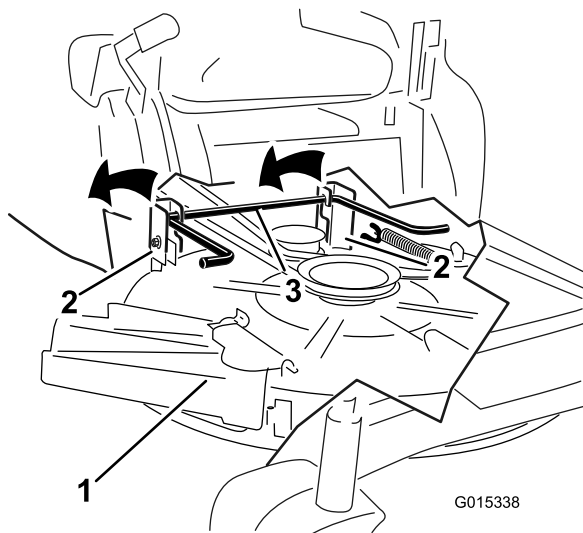

Figura 67
7. Levante a plataforma de corte e os suportes de suspensão afastando da haste de elevação traseira e baixe o cortador cuidadosamente até ao chão (Figura 67).
5. Levante parte de trás da plataforma de corte e oriente os suportes de suspensão por cima da haste de elevação traseira (Figura 67).